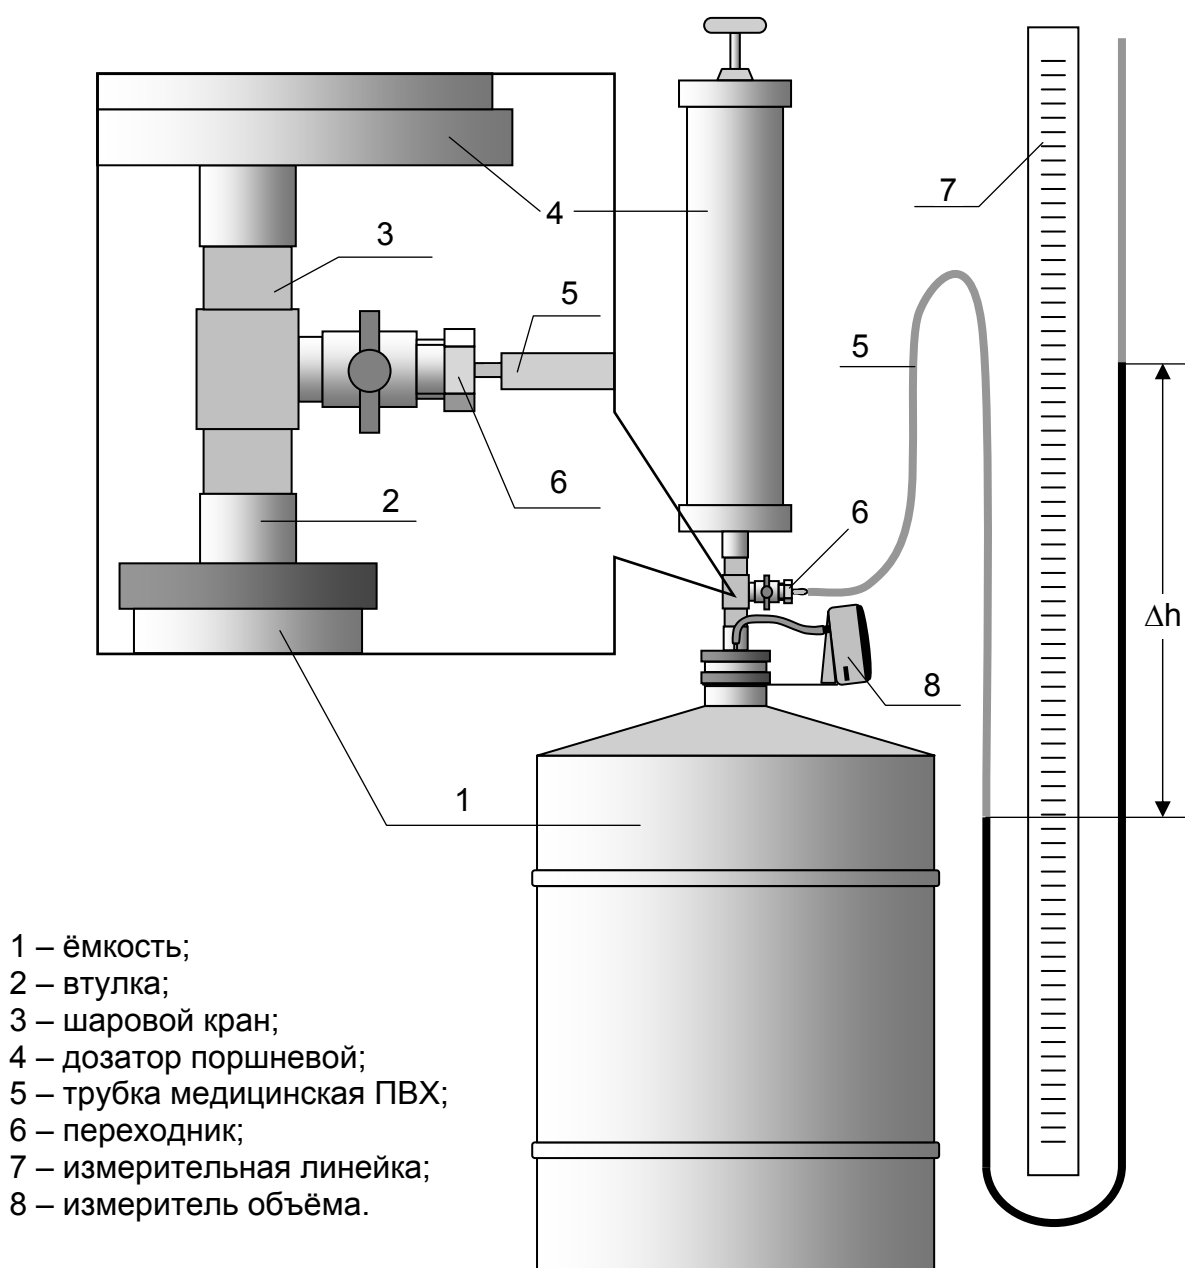

Рис.1 - Схема поверки модели лёгких.
6.2.2 Соберите схему по рис. 1 в следующем порядке:
б) Вставьте шаровый кран 3 любым из конусных концов во втулку 2 так, как это показано на рис. 1.
в) Удерживая шток дозатора в крайнем выдвинутом положении, установите дозатор на шаровый кран (см. рис. 1).
6.3.1 Отсоедините трубку 5 (см. рис. 1) от переходника 6 и снимите переходник 6 с шарового крана 3.
б) Установите дозатор на шаровый кран 3 (см. рис. 1).